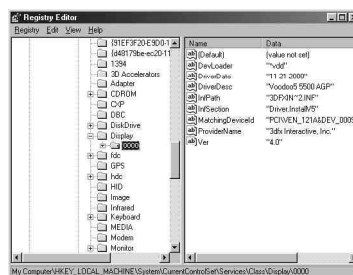

图 1 在注册表中查找相关子项
3. 查找 “HKEY_LOCAL_MACHINE \System\CurrentControlSet\Services\Class\Display\0000” 项 (图 1), 另外当你查找到 Display 项时, 有可能看到下面的子项为 0001 或 0002, 这是因为你的电脑安装过其它显卡的缘故。